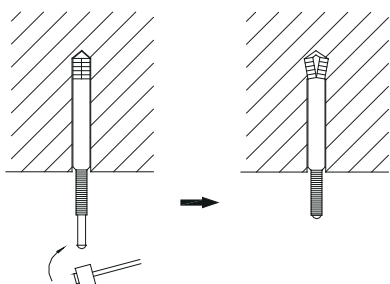

Рис.8.1
- 1) Вставьте анкер М10 в отверстие. Вкрутите шпильку в анкер. См. Рис.8.1 для установки шпильки и анкера.